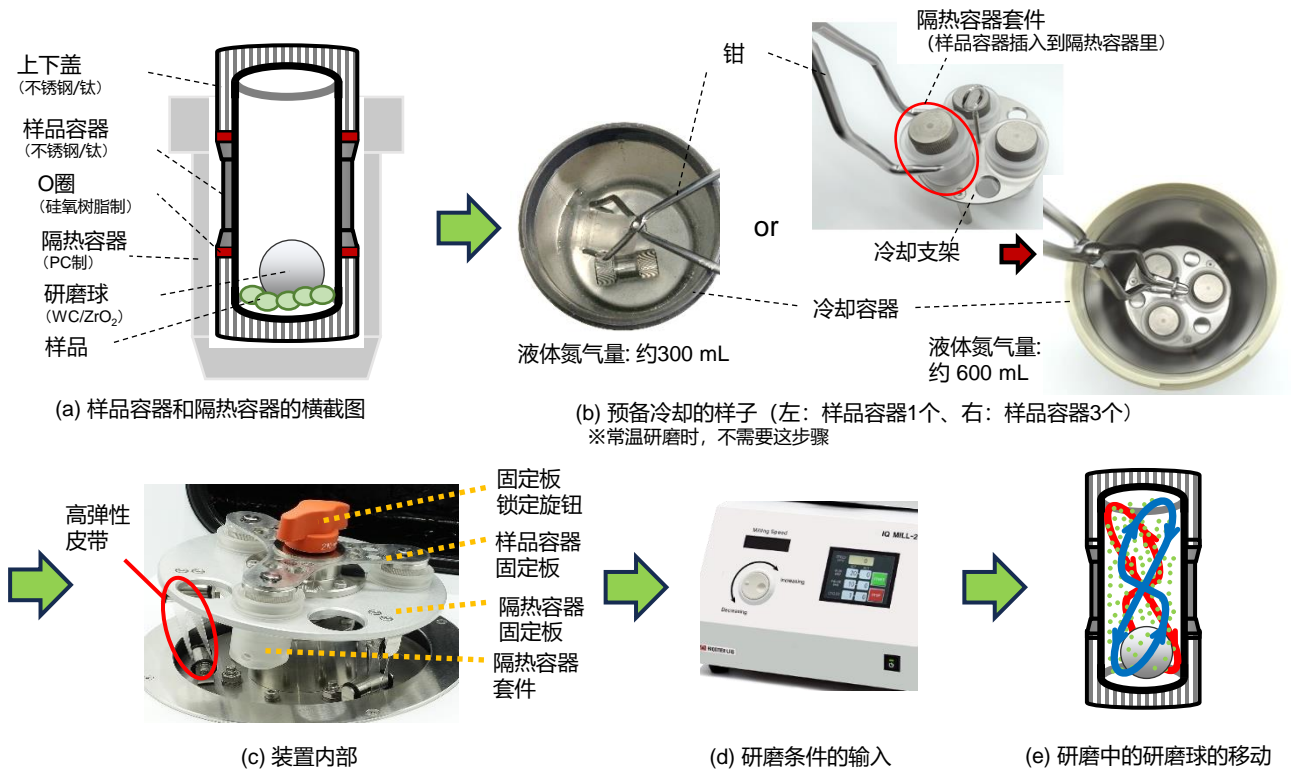

Fig. 1 IQ MILL-2070的操作顺序
**[操作法和基本性能]** 新开发的研磨装置IQ MILL-2070是同时兼容常温研磨和冷冻研磨。本装置的操作顺序如图1所示。(a)样品容器的内部放入样品和研磨球后盖上盖子，放入到隔热容器里。(b)冷却容器里加入液氮，用钳子夹住隔热容器，将其浸入液氮中预冷 5-10 分钟。另外，在常温研磨时不需要步骤(b)。(c)隔热容器套件从冷却容器中取出，安装到装置本体上。(d)装置本体的研磨速度，研磨时间，重复次数，重复期间的等待时间输入后，按START键。(e)研磨中是研磨球通过高速垂直扭动运动来迅速研磨样品。本装置的基本性能一栏如Table 1所示。通过Fig. 1所示的操作，新开发的研磨装置可以实现 1)降低研磨过程中的噪音 (55dB\*)，2)减少液氮消耗 (根据样品可以进行室温研磨)，3)可以缩短粉碎时间(约10~60秒研磨)。